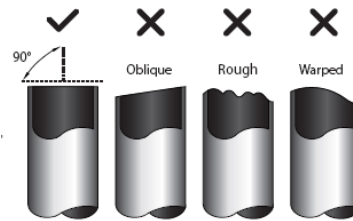

Fig. 7.1
1. Asegúrese de que el tubo se corta en un ángulo perfecto de 90°. Consulte la Fig. 7.1 para ejemplos de malos cortes